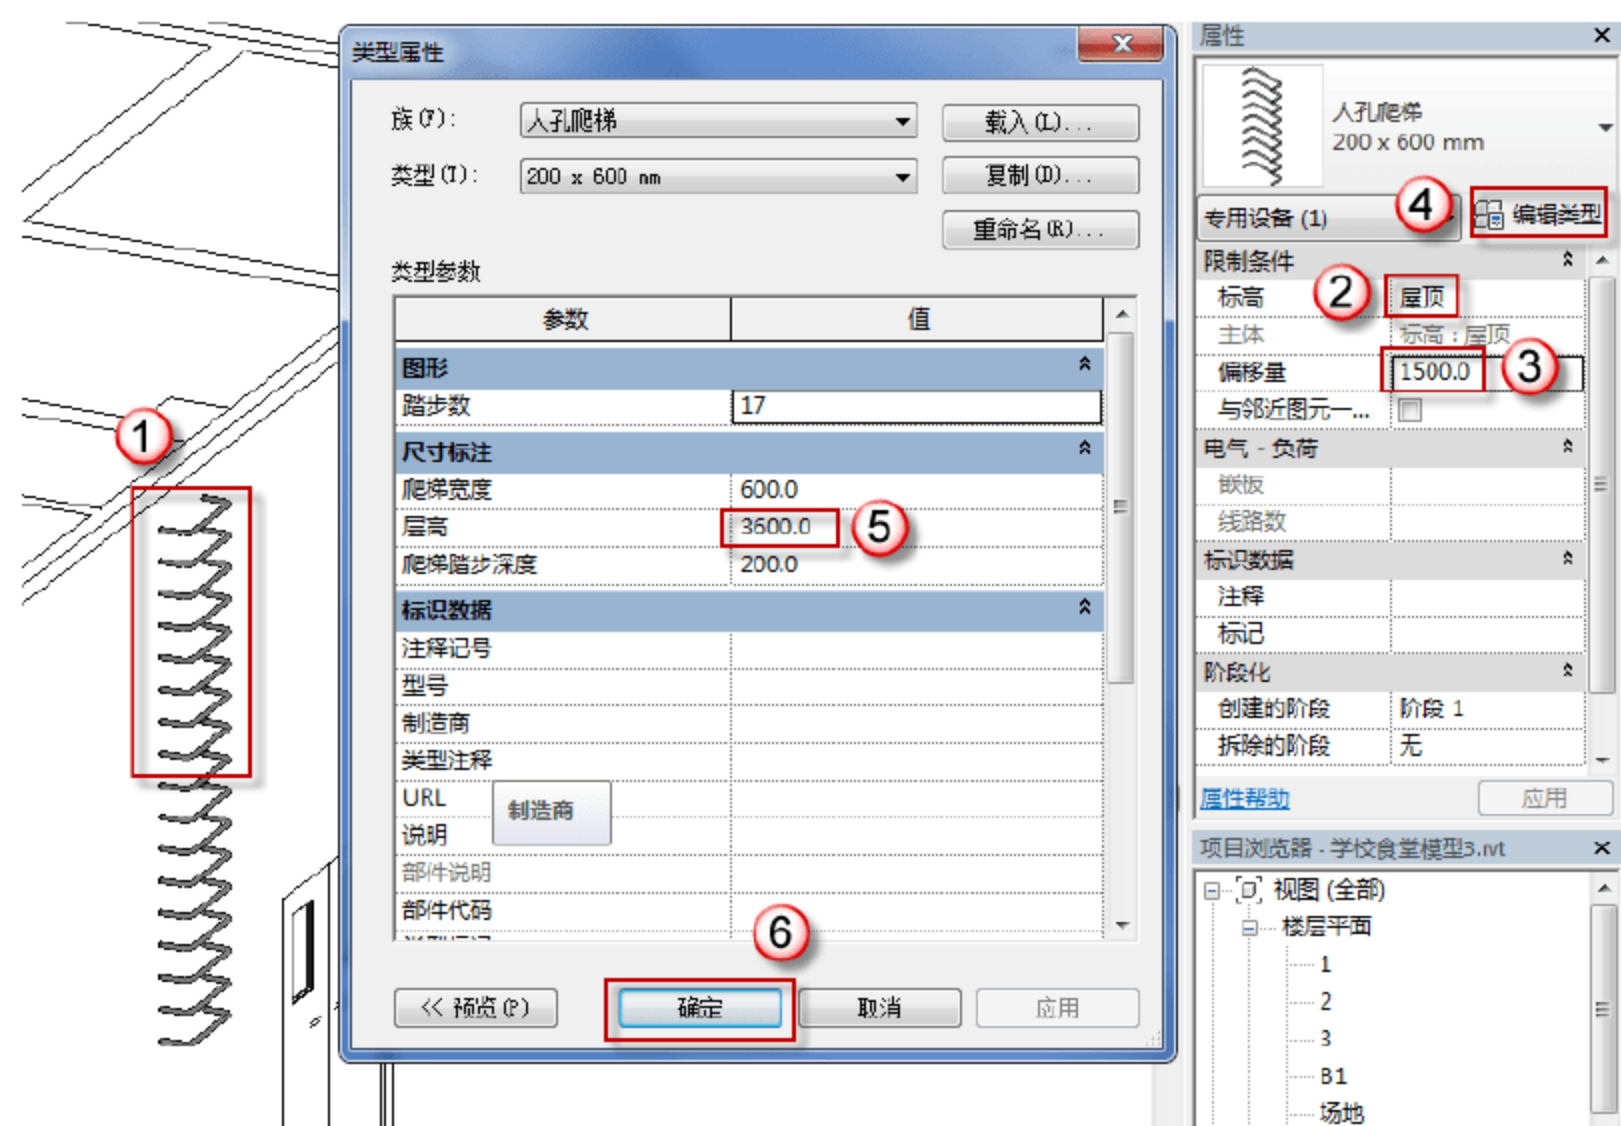

图 12.4.6 调整爬梯参数
(4) 调整爬梯参数。按快捷键 F4，切换到三维视图进行操作。选择爬梯，在“属性”面板中选择“屋顶”标高，“偏移量”设置为“1500”个单位，单击“编辑类型”按钮，在弹出的“类型属性”对话框中，将层高设置为“3600”个单位，单击“确定”按钮完成操作，如图 12.4.6 所示。